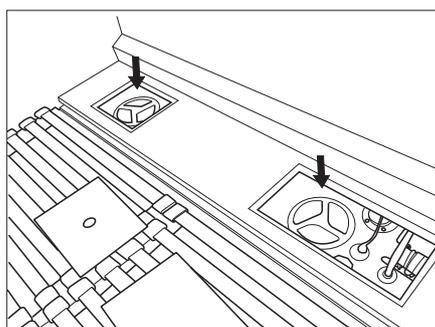

Figure 62 Ouvertures de nettoyage
- Dévisser les ouvertures de nettoyage et les enlever (Figure 62). L'ouverture d'écoulement est désormais accessible.